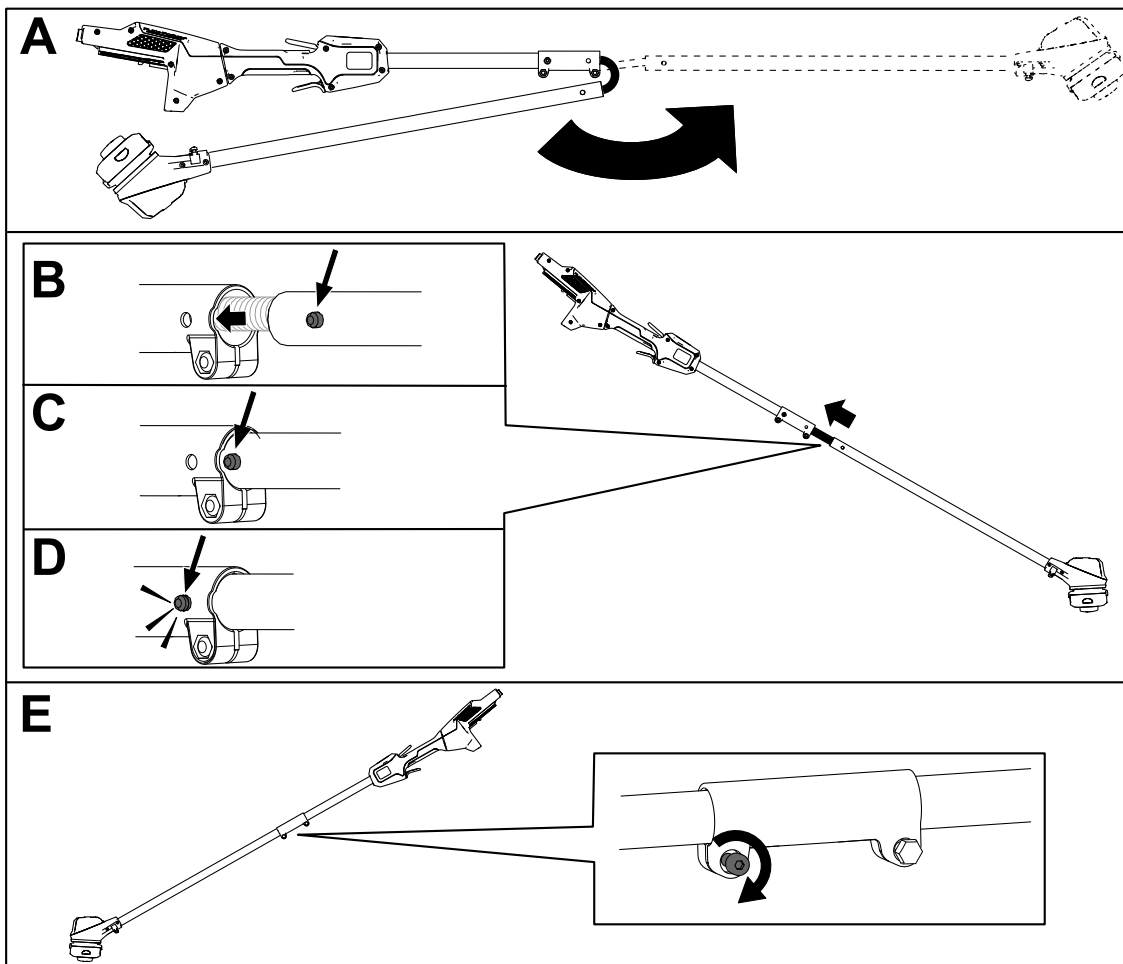

Figura 3
1. Despliegue la empuñadura (Figura 3, A).
2. Alinee el botón de bloqueo del mango inferior con el orificio ranurado del mango superior y junte los dos mangos (Figura 3, B y C).
**Nota:** El botón de bloqueo encaja en el orificio ranurado al juntarse los mangos (Figura 3, D).
3. Usando la llave Allen suministrada, apriete el tornillo del conector del mango hasta que quede firme (Figura 3, E).